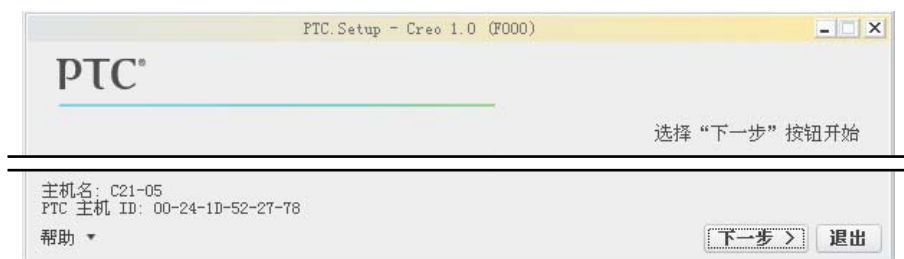

图 1.3.2 “安装”对话框
Step3. 数秒钟后,系统弹出图 1.3.2 所示的对话框,在该对话框中单击  **下一步 >** 按钮。